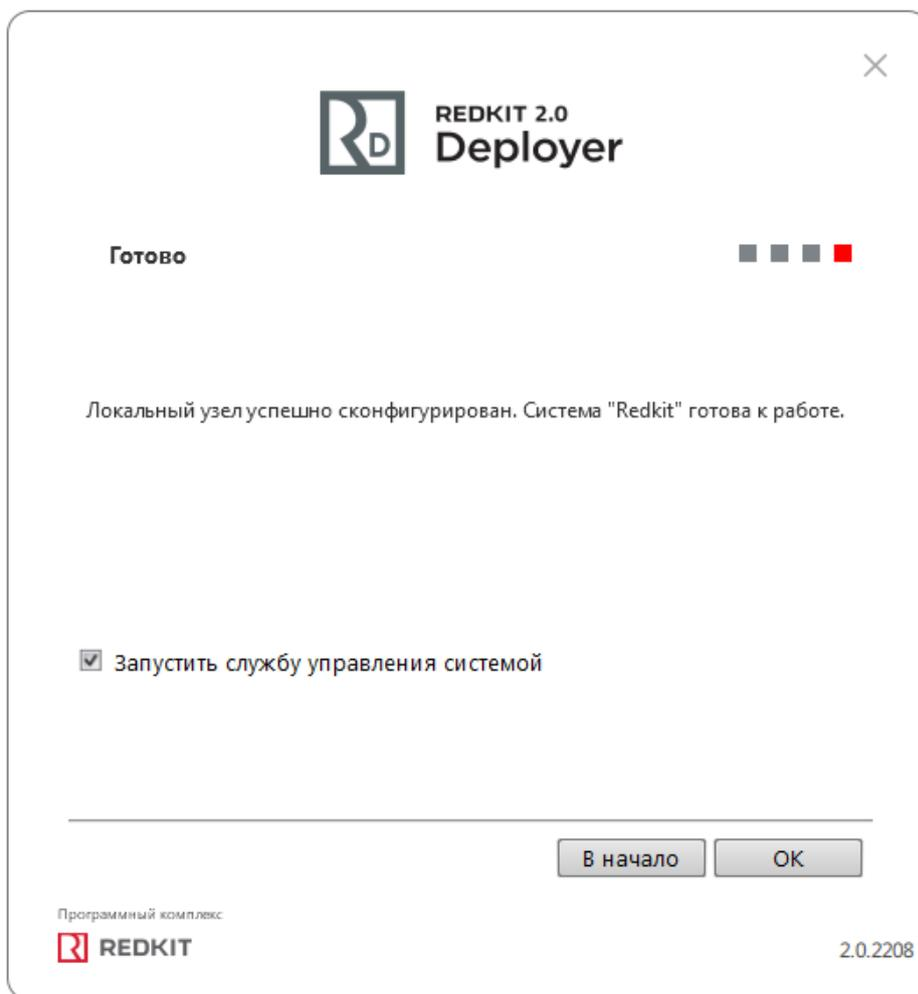

Рисунок 92 - Завершение конфигурирования
8. Отметьте чекбокс у команды **Запустить службу управления системой** и нажмите **ОК** (Рисунок 92).